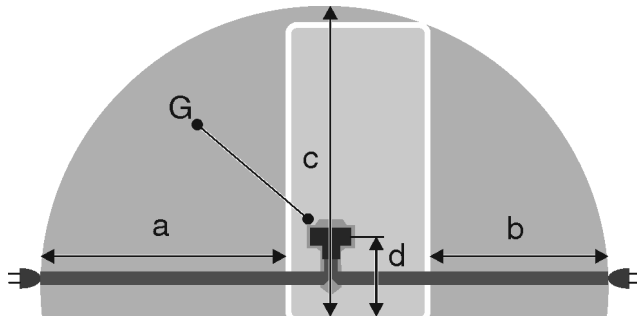

Fig. 20 Холодильники / морозильні камери / повнорозмірні прилади BioFresh
- Розетка лежить не за пристроєм, а в зонах a або b Fig. 20 (a, b, c).
- ▶ Встановіть штекер пристрою Fig. 20 (G) на задній стороні пристрою. Слідкуйте за правильною фіксацією.